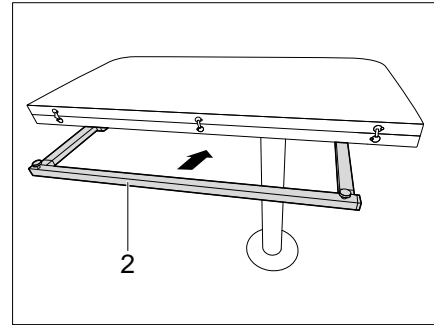

Bild 116 Klapptischunterbau einschieben
- Tischunterbau (Bild 116,2) einschieben.